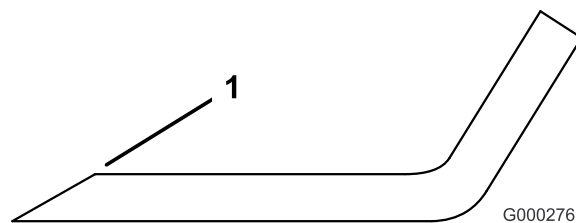

Figure 101
4. Aiguiser-les s'ils sont émoussés ou ébréchés (Figure 101).